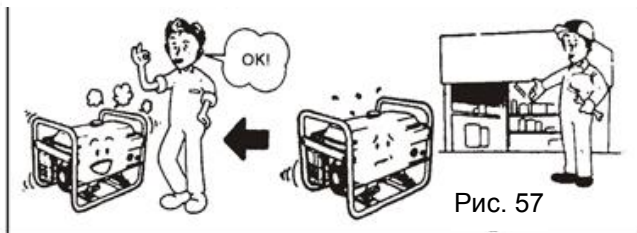

Рис. 57
10.1.5 Якщо двигун все ще не запускається, зверніться до вашого дилера за допомогою (Рис. 57).